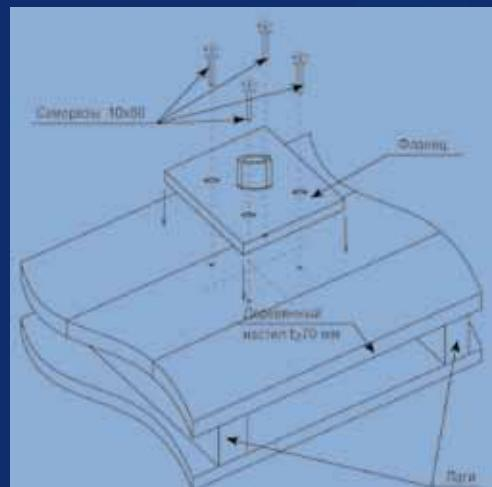

Рис.1
2. В местах расположения центров тумб, под основанием, установите в распор между лагами доски-вкладыши с сечением не менее 50x150мм, если толщина настила менее 70мм. (**См. Рис.1**)